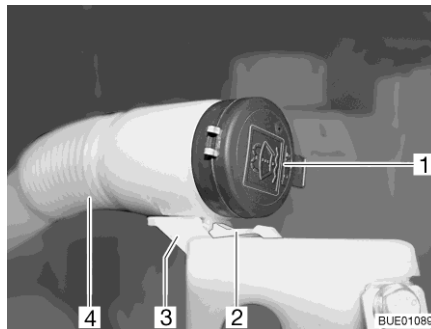

Bild 52 Einfüllstutzen Waschwasserbehälter
- Nase (Bild 52,2) nach unten drücken und gedrückt halten.
- Den flexiblen Schlauch (Bild 52,4) nach vorn aus der Halterung (Bild 52,3) ziehen.
- Den Deckel (Bild 52,1) vom Einfüllstutzen des Waschwasserbehälters abnehmen.